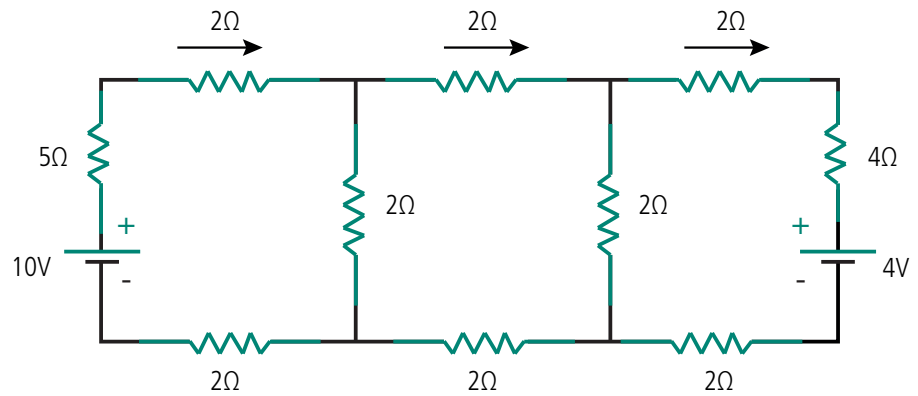

Figura 7.15: Circuito com incógnita de correntes de malha e potências das fontes
7. Escreva as equações de malha para o circuito da Figura 7.15 e determine a potência dissipada pelas fontes de tensão.